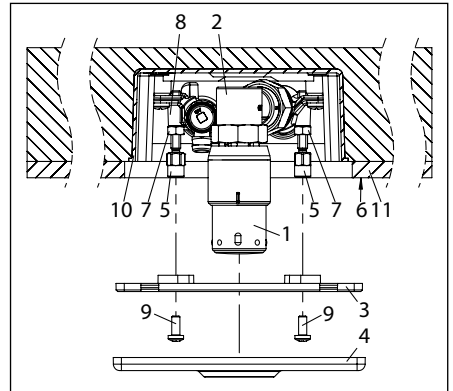

Fig. 5.4 Alignement des supports du cadre
Dans les fig. 5.4 et 5.5 le revêtement du mur (11) (par ex. plâtrage, carreaux) n'est pas à fleur avec la boîte d'installation (10) et un déport de profondeur doit être compensé.